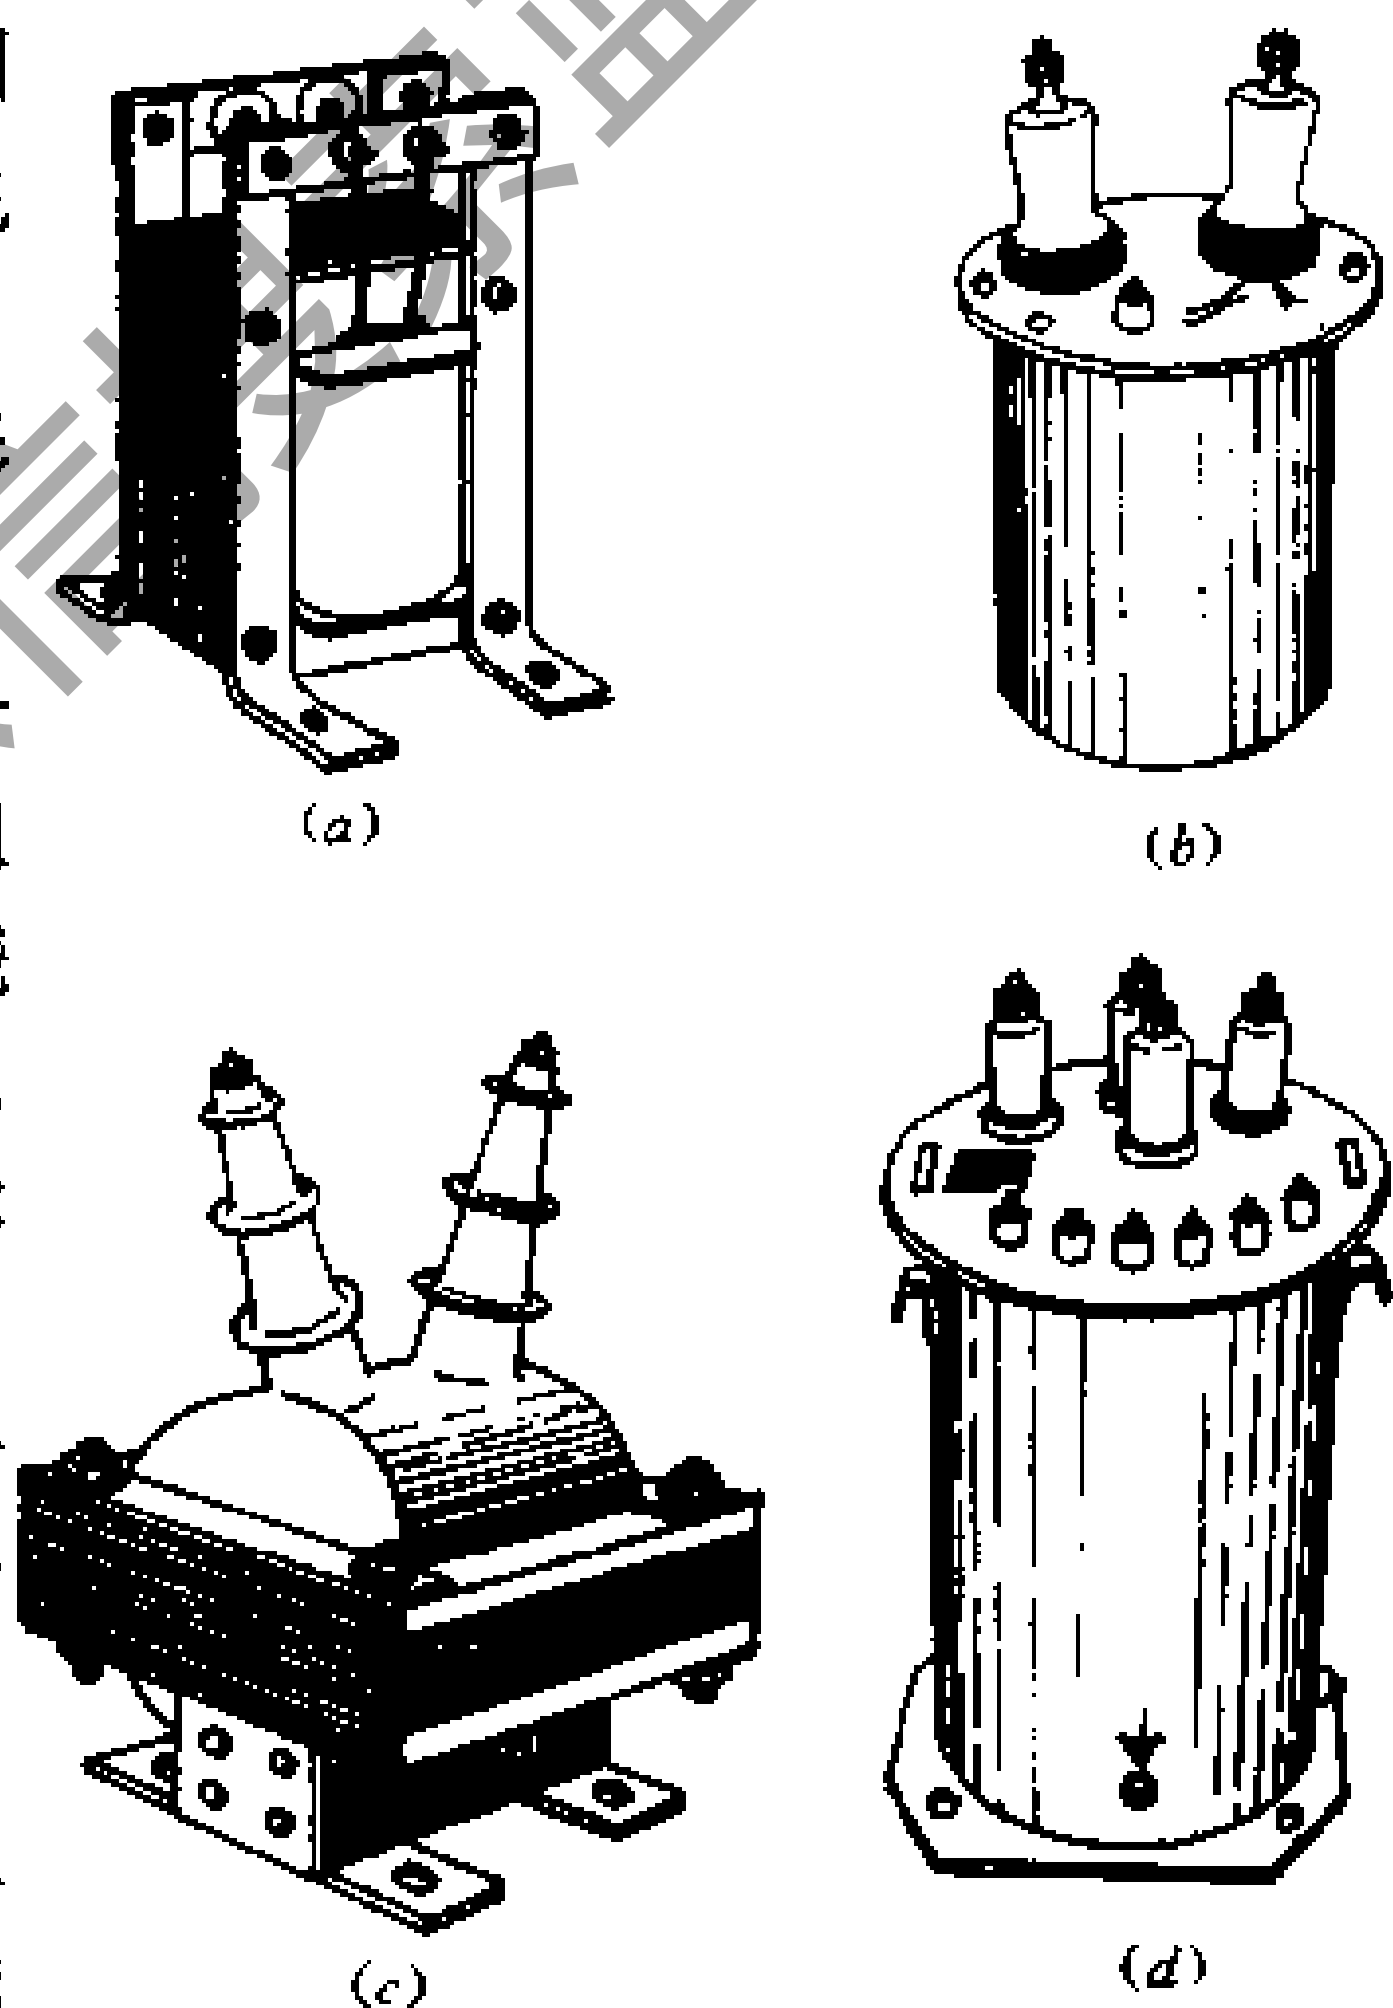

图 2-43 常用电压互感器外形图
(4)常用的电压互感器：常用的电压互感器有 JDG—0.5 型、JDJ 型、JDZ 型、JSJW 型等，如图 2-43 (a)、(b)、(c)、(d) 所示。